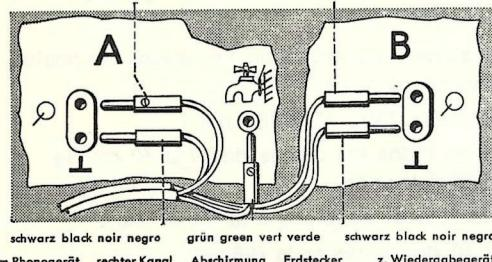

Fig. 5
- Stereo-Wiedergabe nach Fig. 5.
- b) Stereo reproductions in accordance with Figure 5.
Conformément à la figure 5.
b) Reproducción estereofónica: fig. 5.